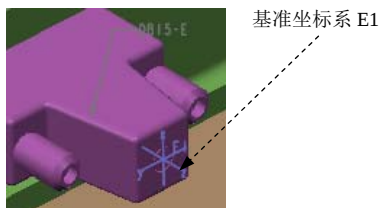
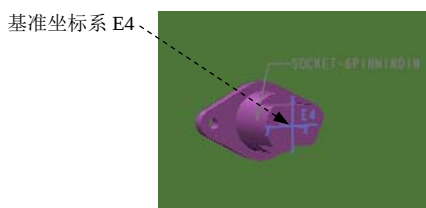

图 17.2.18 指定起始入口端
图 17.2.19 指定终止入口端
Step3. 选取入口端。在“布线缆”对话框中单击自区域下的文本框中 选择项 字符，选取图 17.2.18 所示的 E1 为起始入口端；单击至区域下的文本框中 选择项 字符，选取图 17.2.19 所示的 E4 为终止入口端。